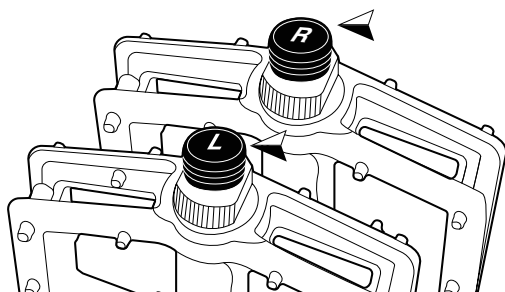

Figura 13. Le diciture "R" (destra) e "L" (sinistra)
2. Stringere il pedale destro (contrassegnato da "R" sul pedale, vedere la figura 13) in senso orario sulla pedivella del lato di trasmissione.
3. Stringere il pedale sinistro (contrassegnato da "L" sul pedale, vedere la figura 13) in senso antiorario sulla pedivella sinistra.